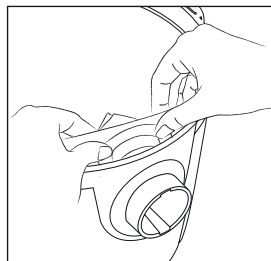

Fig. 11 – Colocando um saco de pó novo
4. Encaixe a abertura do saco de pó na conexão da mangueira, conforme mostra a Fig. 11;